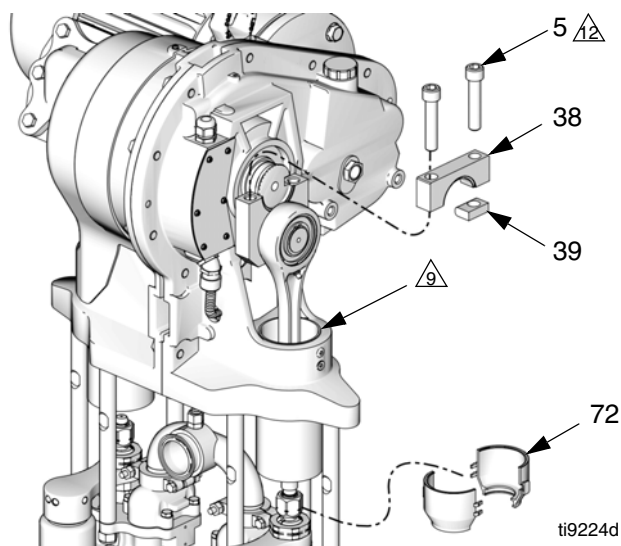

FIG. 15. Ta bort vevarmskåpa
5. Placera en ren trasa över glidcylinders ovansida (2) för att förhindra smuts från att falla in i glidenheten under demontering.
6. Avlägsna den 2-delade skärmen (72) genom att föra in en skruvmejsel rakt in i skärmen och använda den som hävarm för att frigöra fliken. Upprepa för alla flikar. Använd **inte** skruvmejseln för att bända isär skärmarna.
7. Placera en 3/4-tums skiftnyckel på glidpistongens (9) flatsida (precis ovanför kopplingsmuttern), för undvika att glidpistongen/anslutningsstaget vänder sig när du lossar på kopplingsmuttern (14). Placera skiftnyckeln så att den sitter fast mot ett av styrstagen (3). Att använda överdriven kraft på glidpistongen/anslutningsstaget kan förkorta livstiden på det nedre stiftlagret.
8. Skruva med en 1-1/4" u-nyckel bort kopplingsmuttern (14) från glidpistongen (9) och låt den glida ner på pumpens pistongstag. Var försiktig så att du inte tappar bort kragarna (13).
9. Se FIG. 15. Skruva loss de två bultarna (5) med en 1/2-tums insexdragare. Ta bort vevarmskåpan (38) och nyckeln (39). Om nödvändigt, använd en platshammare för att slå loss dessa delar.
14. Glid pistongen (9) och anslutande stag (7) in i cylindern (2).
15. Placera vevarmen (4) så att den driver den utgående axeln (OS) och rotera den till nederdelen av den utgående axeln.
16. Placera en ren trasa på ovansidan av glidcylindern (2) för att förhindra att smuts faller in i glidenheten under återmontering.
17. Se FIG. 15. Applicera antikärvmörjfett (LPS®-04110 eller motsvarande) på gängorna till bultarna (5). Montera nyckeln (39), vevarmskåpan (38) och bultarna (5), placerade enligt bild. Medan skruven på den öppna sidan fortfarande är lös, dra åt skruven på nyckelsidan till 283-310 N•m (210-230 ft-lb). Dra sedan åt skruven på den öppna sidan till 283-310 N•m (210-230 ft-lb). Dra åt skruvarna ytterligare 2-3 gånger vardera, eller tills de slutar att vrida sig när de dras åt med 283-310 N•m (210-230 ft-lb).
18. Kontrollera att kragarna (13) sitter på plats i kopplingsmuttern (14).
19. Placera en 3/4-tums skiftnyckel på glidpistongens (9) flatsida för att undvika att den vrider sig när du drar åt kopplingsmuttern (14). Placera skiftnyckeln så att den sitter fast mot ett av styrtagen (3) eller pumpstativet. Dra åt kopplingsmuttern (14) på glidpistongen (9) med vridmoment på 102-108 N•m (75-80 ft-lb).
20. Montera skärmarna (72) genom att koppla in de nedre läpparna i spåret i våtkoppslocket. Snäpp ihop de två skärmarna.
21. Ta bort trasan. Återmontera kåpan (32 eller 21) och skruvar (12).